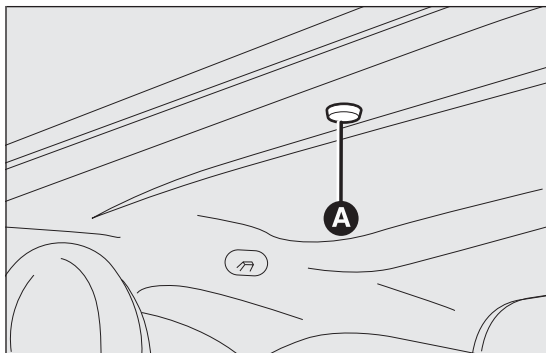

fig. 47
- enlever le capuchon de protection A fig. 47 de son siège, en l'actionnant manuellement, qui se trouve sur le revêtement intérieur derrière le store pare-soleil